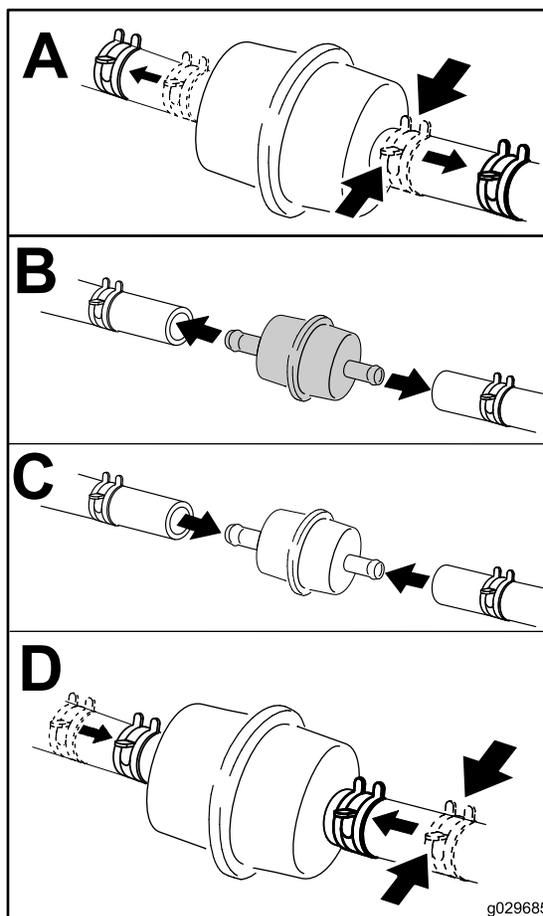

Figura 46
5. Sostituite il filtro del carburante (Figura 46).